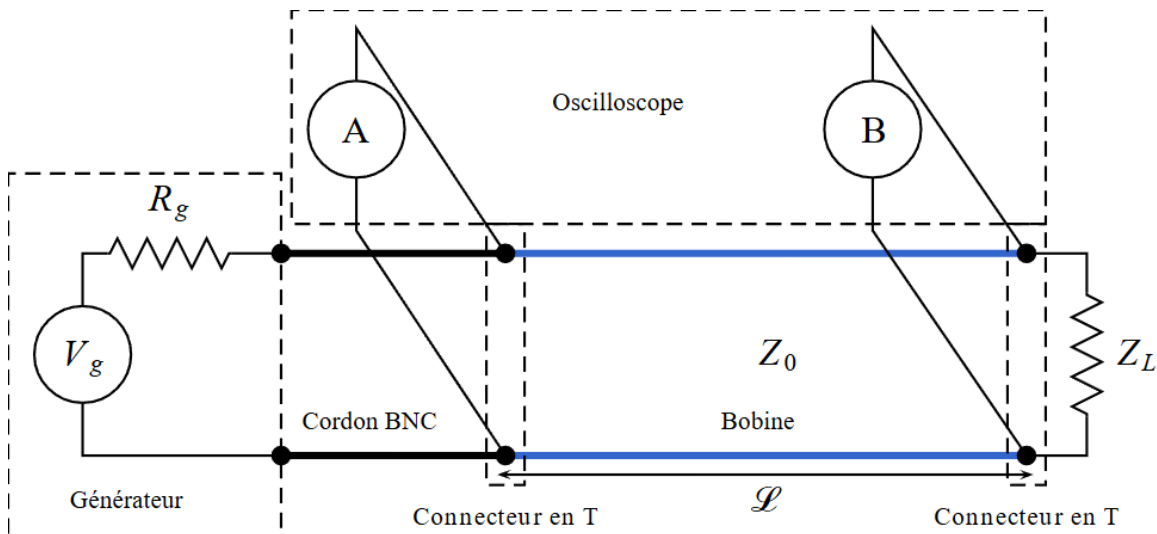

FIGURE 3 – Montage à réaliser pour la section 7.4
- Réaliser le montage comme sur la figure 3,  $\hat{Z}_L$  est constituée de la charge adaptée ou d'une charge proche de  $50\ \Omega$ .
Mesurer l'atténuation du câble en dB/100m en utilisant le montage de la figure 3 et la formule donnée dans la section 7.3 pour différents points de fréquence entre 100 kHz à 10 MHz.